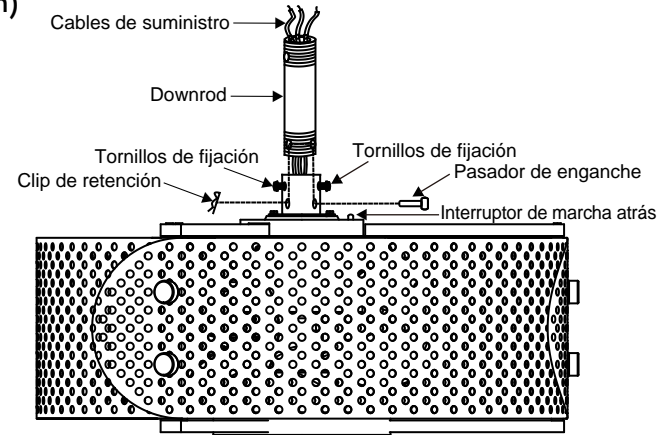

Fig. 8
Paso 6. Afloje los dos tornillos de fijación y retire el pasador de enganche y el clip de retención del acoplamiento en la parte superior del conjunto del motor. (Fig. 8)
Luego, reemplace el pasador de enganche y el clip de retención. Apriete ambos tornillos de fijación. (Fig. 8)